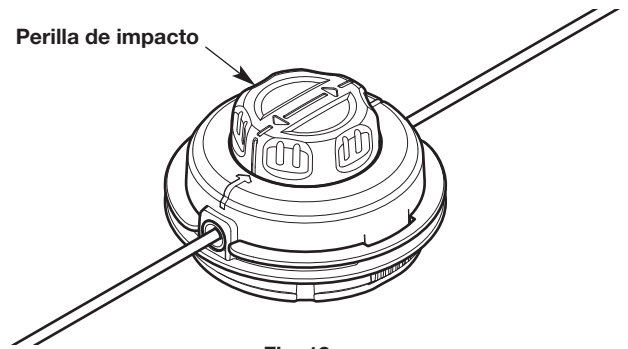

Fig. 18
- Gire la perilla de impacto para enrollar el hilo hasta que sobresalga aproximadamente 5 pulgadas (12.5 cm) de cada lado del cabezal de corte (Fig. 18).